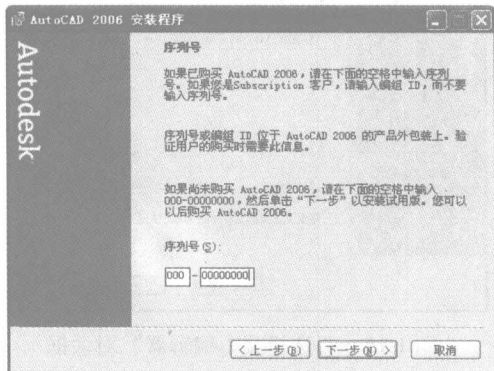

图 1-6 “序列号”对话框
4) 在“许可协议”对话框中,选择“我接受”,单击“下一步”按钮,弹出“序列号”对话框,如图 1-6 所示。